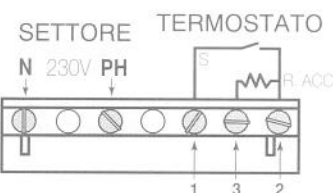

Fig. 12
Raccordare al connettore: l'alimentazione 230 V di rete (vedere schema della fig. 12), il filo di fase su PH, il neutro su N.
- collegare il termostato ambiente come da schema (fig.12) :
- il filo di terra del T.A. deve essere raccordato alla vite (T) sulla scatola elettronica.
- Collegare il connettore su (C).